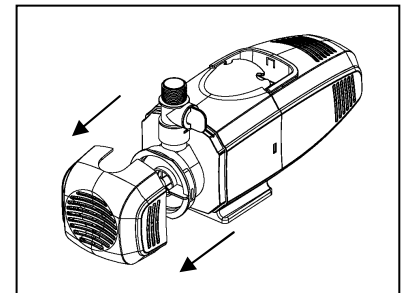

Fig. 9
3. Quite la cubierta delantera de la bomba. Fig. 9